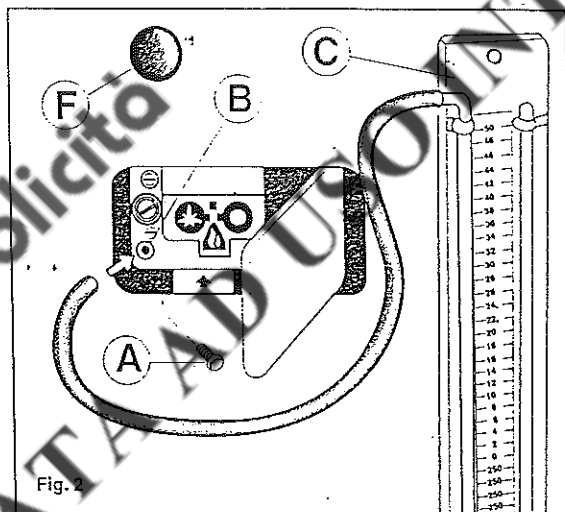

Fig. 2
### 4.1 PRESSIONI DI FUNZIONAMENTO (fig. 2)
Verificare sempre la pressione di alimentazione del gas usato, specialmente quando si tratta di gas città o metano distribuito in rete. Per verificare la pressione di alimentazione occorre collegare un manometro a colonna d'acqua C (o altro strumento simile) alla presa di pressione B (fig. 2) dopo aver svitato la vite di chiusura A.
- 2) togliere, spingendolo dall'interno, il tappo che copre il foro d'accesso alla vite G «NO PR» (rif. F, figure 2 e 3);